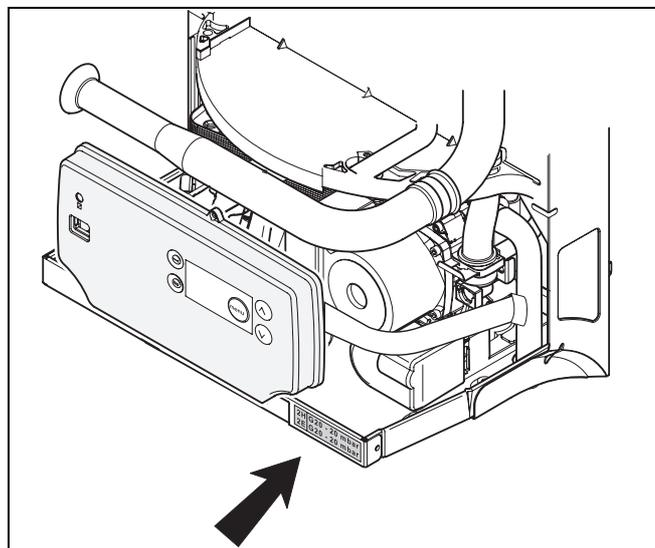

Fig. 45 Targhetta adesiva
- Applicare sulla caldaia le due targhette adesive fornite (fig. 45).